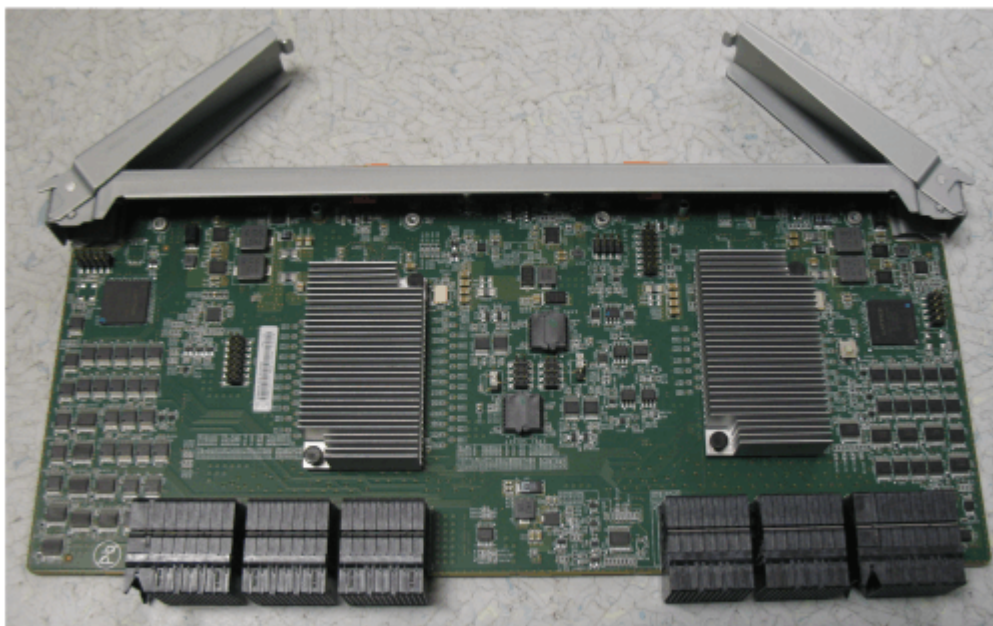

Рисунок 117. Вспомогательный модуль расширения удален из корпуса
5. Положите вспомогательный модуль расширения в безопасное место (см. Рисунок 117 на стр. 104).